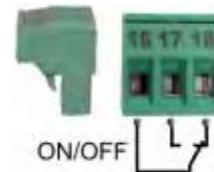

Fig. 2-9. - Relè di stato
⑥ **Terminali 16-17-18.** (Fig. 2-9)